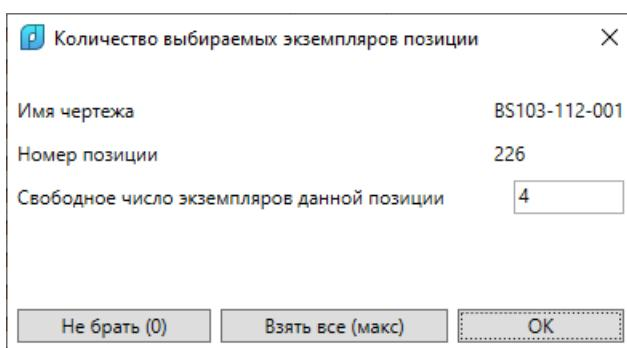

Рис. 14. Окно **Количество выбираемых экземпляров позиции**
Отбор деталей в создаваемую ГСР ведется с помощью трех верхних кнопок центрального столбца (описаны выше). Если кратность детали больше 1, то пользователю предоставляется возможность указать, какое число экземпляров данной позиции следует перенести направо (если кратность равна 1, то дополнительный запрос не выводится). При выборе строки в левой части и нажатии кнопки выводится окно **Количество выбираемых экземпляров позиции** (рис. 14):
Нажатие кнопки **OK** задает выбор позиции с тем числом экземпляров позиции, которое ввел пользователь (например, 3). Значение 0 означает отказ от переноса данной позиции. Кроме того, предусмотрены еще две кнопки, действие которых не зависит от того, что введено в поле **Свободное число экземпляров данной позиции: Взять все (макс)** и **Не брать (0)**. Все три кнопки закрывают диалоговое окно (см. рис. 14) с соответствующим действием.
Отбор деталей в создаваемую ГСР ведется с помощью трех верхних кнопок центрального столбца (описаны выше). Если кратность детали больше 1, то пользователю предоставляется возможность указать, какое число экземпляров данной позиции следует перенести направо (если кратность равна 1, то дополнительный запрос не выводится). При выборе строки в левой части и нажатии кнопки  выводится диалоговое окно **Количество выбираемых экземпляров позиции**, как для листовых ГСР (см. рис. 14).